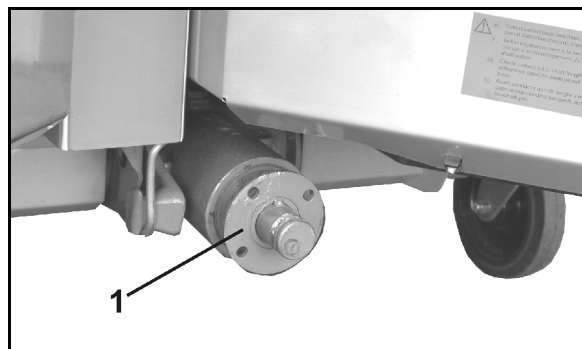

Fig. 24
1. Trekk flenshylsen (Fig. 24/1) av girets inngangsaksel med en avtrekker.